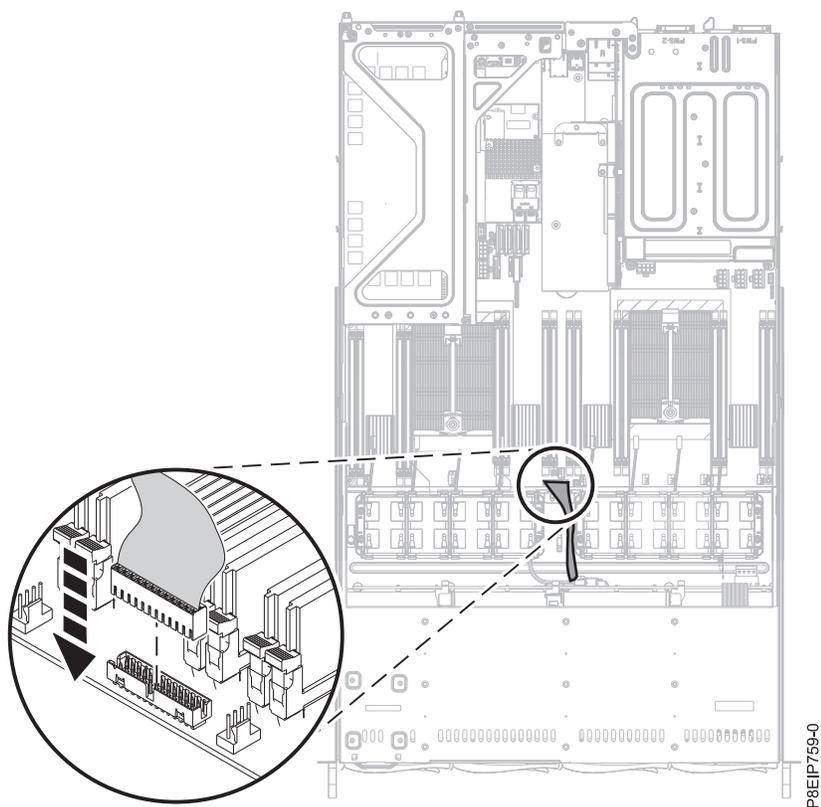

Figura 59. Substituindo o cabo do painel do operador
15. Substitua o cabo do painel do operador no painel traseiro do sistema conforme mostrado na Figura 59 na página 54.